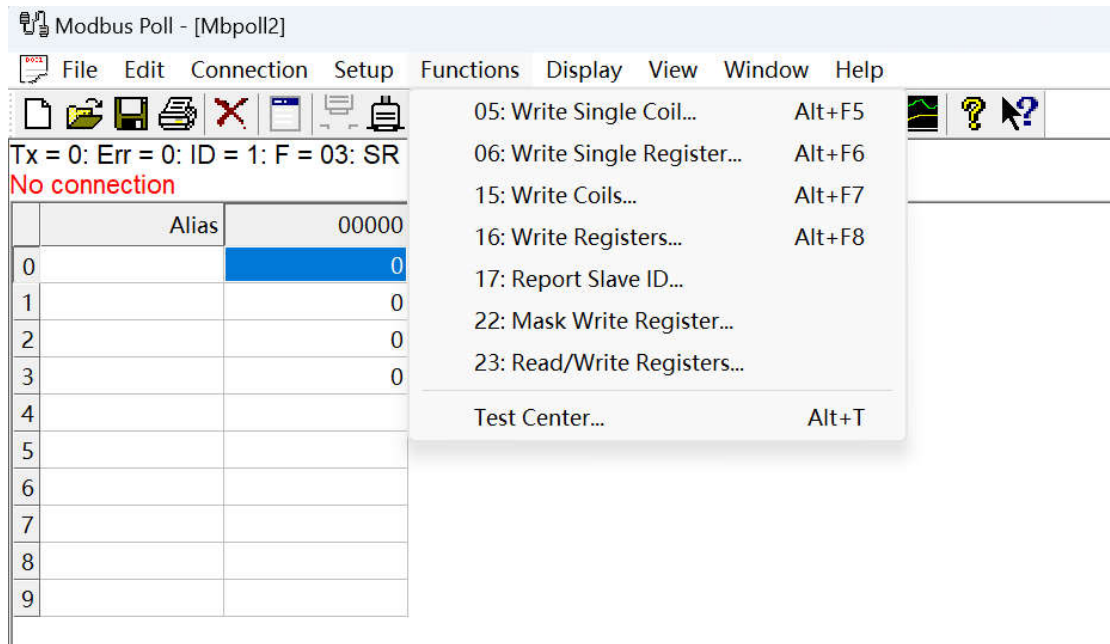

图 8—选择写寄存器功能码
1、点击 Functions 菜单，选择写寄存器功能码，如图 8 所示，
- ①06 功能码用于写单个寄存器；
- ②16(10H)功能码用于写多个寄存器。